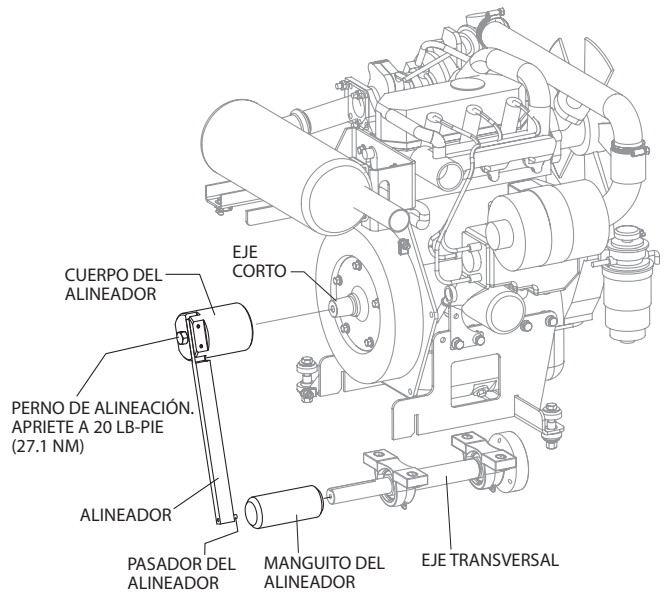
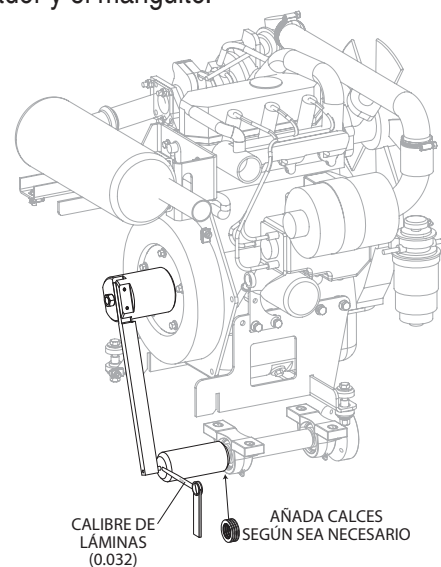
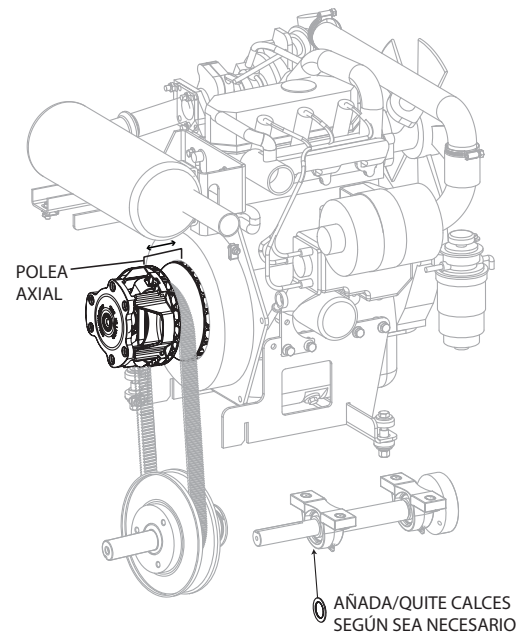

Figura 14. Alineación del eje transversal
Figura 15. Colocación de calces
Figura 23. Movimiento de la polea axial
Vea la Figura 14.
5. Reinstale el manguito del alineador en el eje transversal. Inserte el calibre de láminas de 0.032" (Figura 15) entre el pasador y el manguito del alineador.
3. Compruebe el movimiento de la polea axial (vea la Figura 23) en el embrague de impulsión en un sentido
- Si la polea axial **no se mueve hacia el motor**, quite un calce junto al cojinete del eje transversal. Si la polea axial **no se mueve desde el motor**, añada un calce junto al cojinete del eje transversal. Vea la Figura 23. Vuelva a poner calces según sea necesario hasta que esté presente un movimiento axial en ambos sentidos. Consulte la Figura 14 y la Figura 15.